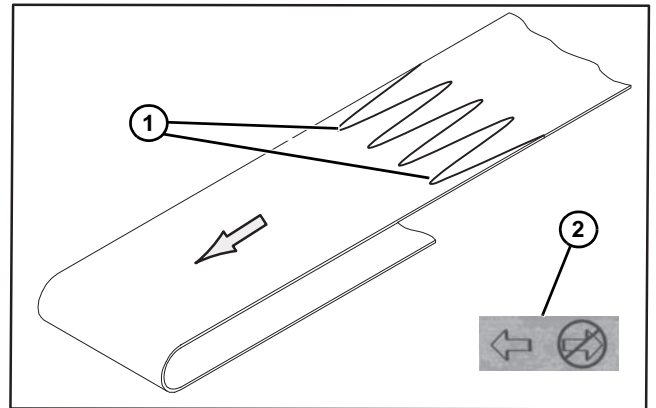

Figura 50
1. Oriente la banda de manera que el empalme delantero (Figura 50, artículo 1) apunte en la dirección de la trayectoria de la banda tal y como indica la etiqueta de dirección del transportador (Figura 50, artículo 2).
2. Oriente la banda de manera que el empalme delantero (**Figura 50, artículo 1**) apunte en la dirección de la trayectoria de la banda tal y como indica la etiqueta de dirección del transportador (**Figura 50, artículo 2**).